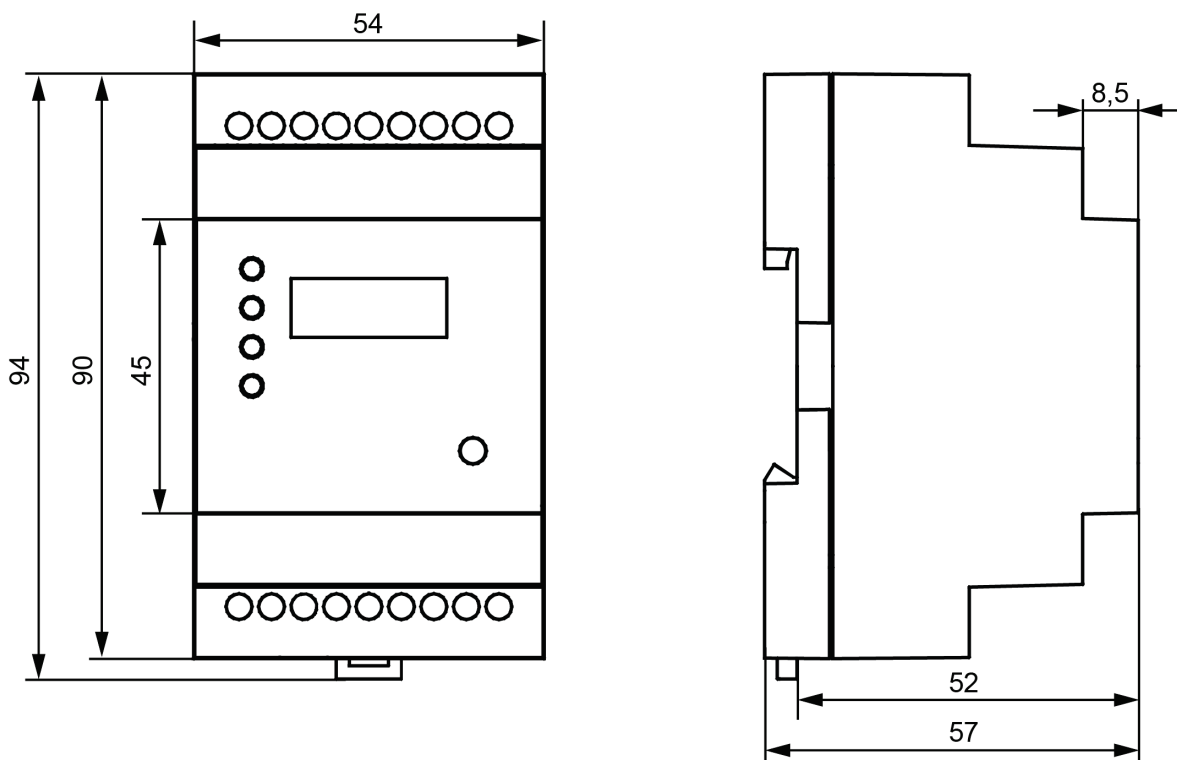

Рисунок 4.2 – Габаритні розміри пристрою
1. Підготувати місце на DIN-рейці для установлення пристрою (див. рисунок 4.2).